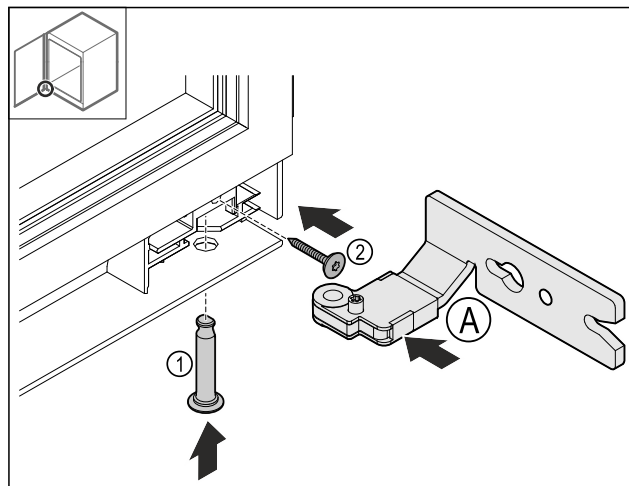

Fig. 27
- Vstavite spodnji Fig. 27 (A) tečaj.
- Vstavite sornik Fig. 27 (1) in ga pridržite.
- Zategnite Fig. 27 (2) vijak.